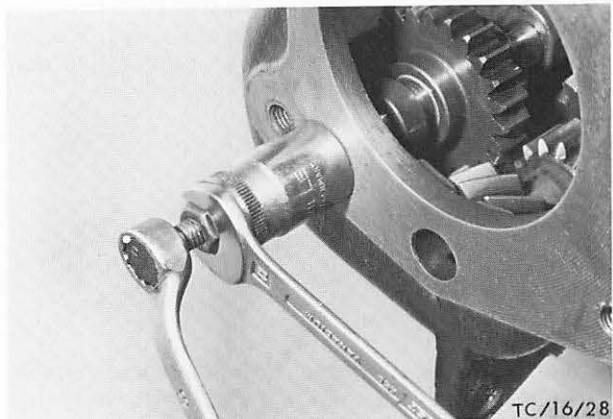

Abb. 39 Zwischenrad-Rw.Gang ausbauen
16. Zwischenradwelle-Rw.Gang mit Spezialwerkzeug G3-7140 ausbauen. Steht dieses Werkzeug nicht zur Verfügung, eine Schraube M8x60 mm mit montierter Mutter, Scheibe und Stecknuß in die Zwischenradwelle einschrauben. Durch Anziehen der Mutter Welle herausziehen. Abb. 39.